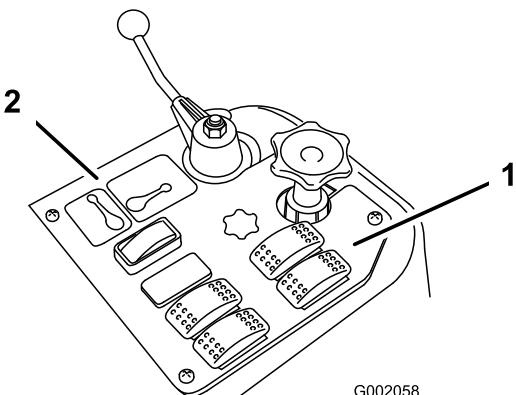
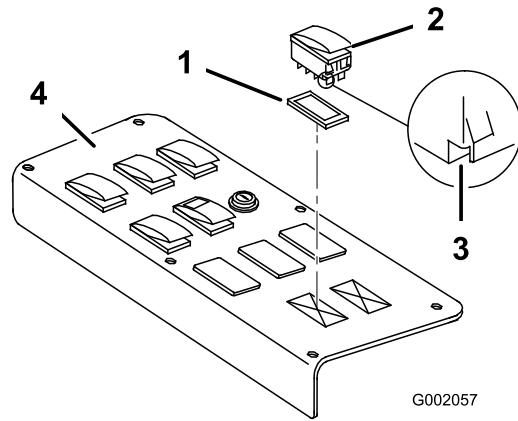

Figura 24
Figura 25
2. Sollevate e rimuovete i 2 tappi presenti su pannello di comando per irrorazione del veicolo e montate al loro posto i 2 interruttori a bilanciere forniti (vedere Figura 24 per la Multi-Pro 1200 e Figura 25 per la Multi-Pro 1250).
- Nota:** Accertatevi che l'orientamento degli interruttori corrisponda a quello illustrato in Figura 25, con la tacca rivolta verso la parte posteriore del veicolo.